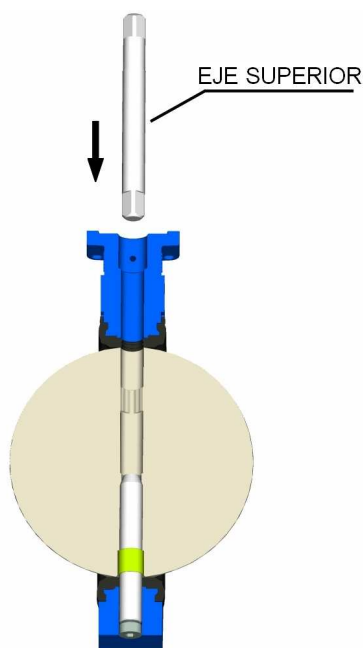

FIG.3
3.- Introducir la mariposa con abundante glicerina, teniendo en cuenta que la parte del grafilado va hacia abajo, y volver a realizar la operación anterior de introducir el mandril, teniendo así la certeza, de que todos los componentes están alineados con los pasos de ejes (Fig.3).
4.- Antes de proceder al montaje (con punta redondeada) por la parte superior del cuerpo hasta hacer tope con el cuadradillo de la mariposa. Esta operación es muy importante y tiene por objeto hacer coincidir exactamente los orificios del cuerpo, anillo y mariposa, evitando que el anillo pueda ser mordido a la hora de introducir el eje superior (Fig.3 Izquierda).
4.- Antes de proceder al montaje introducir una guía (con punta redondeada) por la parte superior del cuerpo hasta hacer tope con el cuadradillo de la mariposa. Esta operación es muy importante y tiene por objeto hacer coincidir exactamente los orificios del cuerpo, anillo y mariposa, evitando que el anillo pueda ser mordido a la hora de introducir el eje superior (Fig.3 Izquierda).